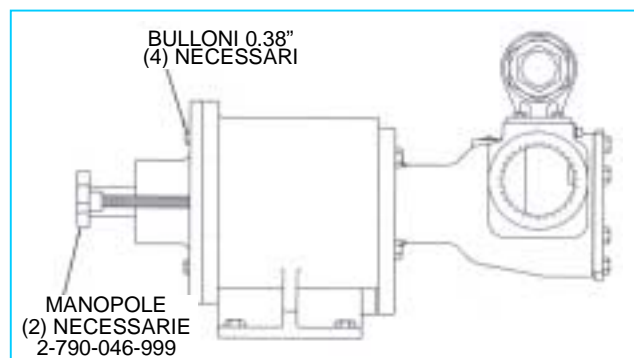

FIGURA 19
1. Se l'unità ha un accoppiamento spaziatore, il supporto dell'accoppiamento può rimanere imbullonato alla base. Senza lo spaziatore, sarà necessario rimuovere il riduttore o sbullonare l'accoppiamento. Rimuovere le tubazioni, fornire un minimo di 4" di gioco oltre la fine dell'albero dell'accoppiamento. Inserire (2) manopole a mano da 72" che hanno un minimo di 4.5" di filettatura nei due fori filettati nelle posizioni ore 9 e ore 3:00 sul retro dell'alloggiamento del cuscinetto. Rimuovere i (4) bulloni da 0.38". **Vedere Figura 19.**
2. Ruotare le manopole uniformemente per ritrarre l'alloggiamento del cuscinetto ed il gruppo esterno. **Vedere Figura 19.**